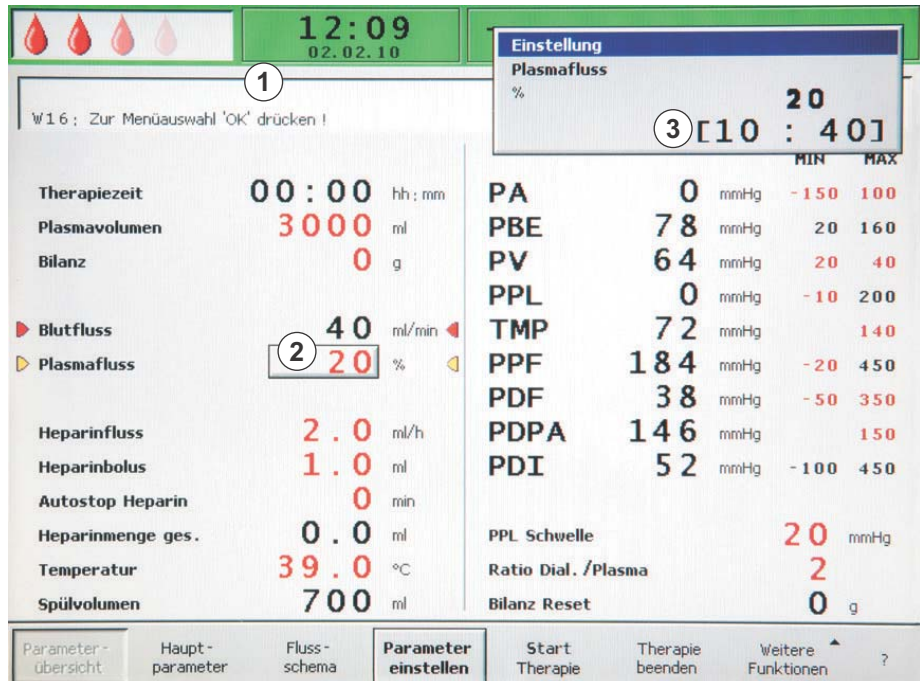

Abb. 2-21 Parameterauswahl im Bildschirm *Parameterübersicht*
↳ Alle änderbaren Parameter werden rot dargestellt (Abb. 2-21).
☞ Das aktuell ausgewählte Feld mit dem Parameterwert wird erhoben (wie nicht gedrückt) mit einem grauen Hintergrund dargestellt (Abb. 2-21, ②). Der Bereich für die Parametereinstellung wird im erscheinenden Fenster *Einstellung* angezeigt (③). Ist ein Parameter relevant für die Patientensicherheit, wird der aktuell eingestellte Wert über dem Einstellungsbereich angezeigt.